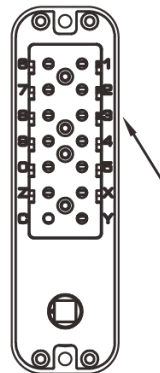

FIG2
1. Après avoir oublié le mot de passe, il faut retirer la serrure de la porte et le rechercher en examinant le trou de visée rectangulaire situé à l'arrière de la serrure, comme illustré sur la figure 2 .